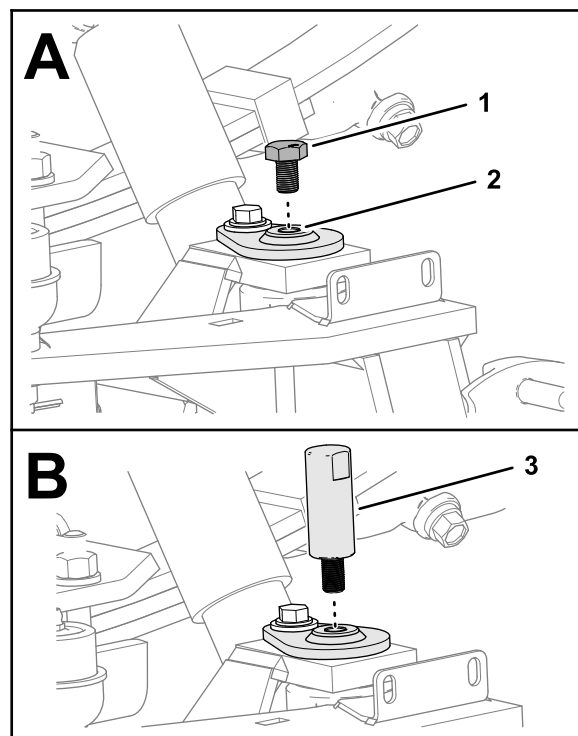

Figura 14
1. Retire el tornillo del extremo del pivote de dirección (Figura 14).
2. Enrosque la herramienta de alineación en la parte superior del pivote de dirección (Figura 14).